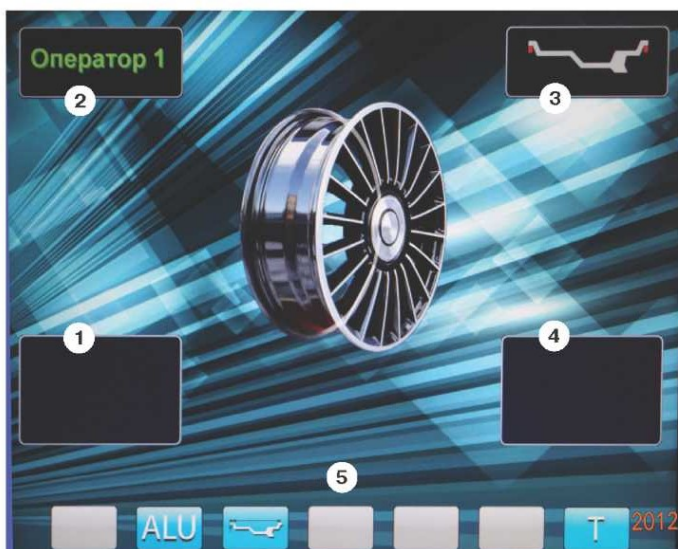
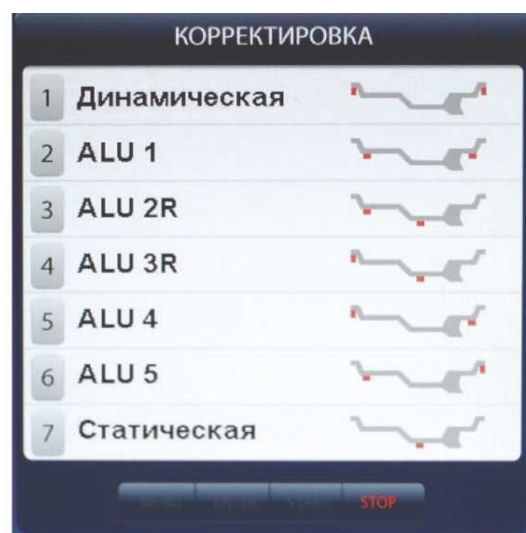

рис.8.2.
рис.11.3.
8.3. После включения питания СБ на экране монитора отображается фирменная заставка, которая через несколько секунд сменяется отображением экрана основного рабочего режима (рис. 8.2).
Для выбора схем расположения грузов в программах «ALU1-ALU5» необходимо, находясь в режиме основного рабочего экрана, нажать кнопку «ALU», при этом открывается окно схем установки грузов, отмеченных номерами рис.11.3. Если после введения размеров колеса установился экран ввода геометрических параметров, необходимо перейти в экран основного рабочего режима нажатием кнопки «STOP». Для выбора нужной схемы нажмите кнопку верхнего ряда клавиатуры с соответствующим номером. Выбранная схема установки грузов отображается в окне 3 экрана основного рабочего режима (рис. 8.2).
случае в окнах 1 и 4 (рис. 8.2) высвечиваются «ОК». Минимальный дисбаланс, отображающийся в окнах 1 и 4, равен 5г. Дисбаланс, превышающий 5г, округляется до величины кратной 5, т. е. дисбаланс 9, 10, 11 и 12 г отображается цифрой 10, дисбаланс 13, 14, 15, 16 и 17 г - цифрой 15 и т. д. Для просмотра неокругленного значения дисбаланса или дисбаланса менее 8г. необходимо нажать кнопку «<<», при этом в окнах 1 и 4 на 2-3 сек высвечиваются фактические значения дисбаланса, определенные в данном запуске.
12.3.4. Для проверки результатов балансировки снова запустите СБ. Если колесо отбалансировано правильно, на индикаторах 1 и 4 (рис. 8.2.) отображаются символы «ОК».